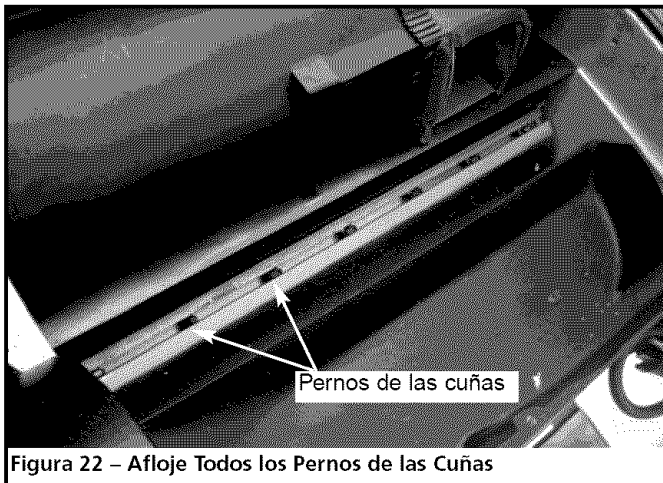

Figura 22 – Afloje Todos los Pernos de las Cuñas
- Afloje los siete pernos de las cuñas lo suficiente para que se suelte la cuchilla (vea la Figura 22).